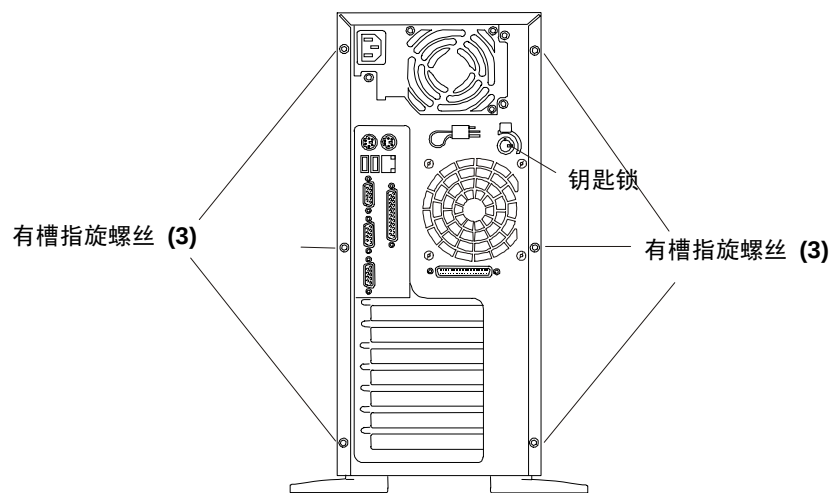

图 2-1. 主机盖上的螺丝和键封锁
锁定装置位于后端。请参见图 2-1。
3. 卸下六 (6) 枚 T-15/有槽指旋螺丝。请参见图 2-1。
5. 在后端重新装上六 (6) 枚 T-15/有槽指旋螺丝。请参见图 2-1。